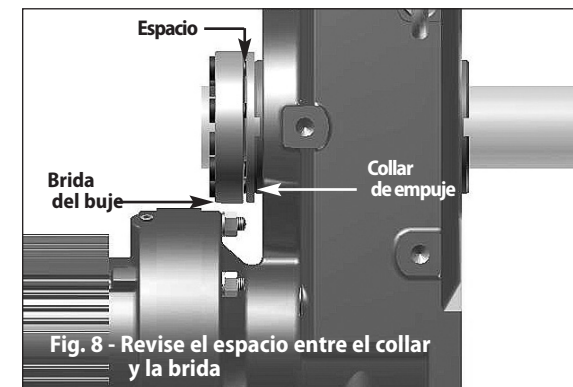

Fig. 8 - Revise el espacio entre el collar y la brida
Paso 3: Revise el buje Taper-Grip® para asegurarse de que hay un espacio entre el collar de empuje y la brida del buje. Si no hay un espacio, la extracción puede resultar difícil (vea la Fig. 8).